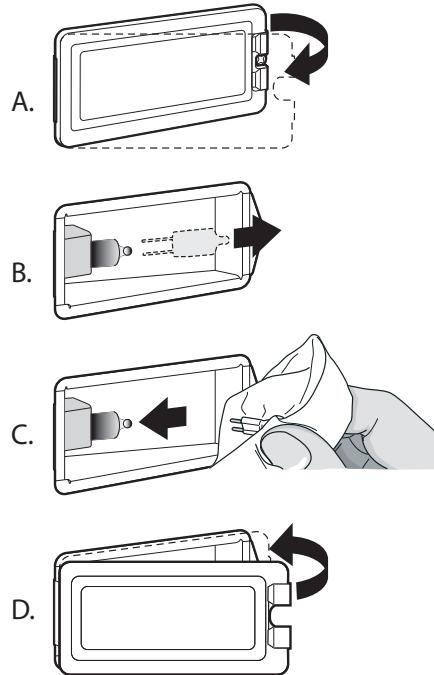

Figure 32 : Emplacement de l'ouverture
- Insérez la pointe d'un tournevis plat entre l'attache de fixation et le boîtier de la lampe (Figure 32, A).
- Enlevez le couvercle de la lentille de verre et l'attache de fixation (Figure 32, B).
- Ne touchez pas au verre de la nouvelle ampoule de remplacement avec vos doigts, sans quoi elle ne fonctionnera pas lorsque vous l'allumerez. Prenez l'ampoule de remplacement avec un linge sec et propre. Localisez les deux fentes du support de céramique en y poussant doucement les deux broches de l'ampoule (Figure 32, C).
- Rallumez le disjoncteur (Figure 32, D).